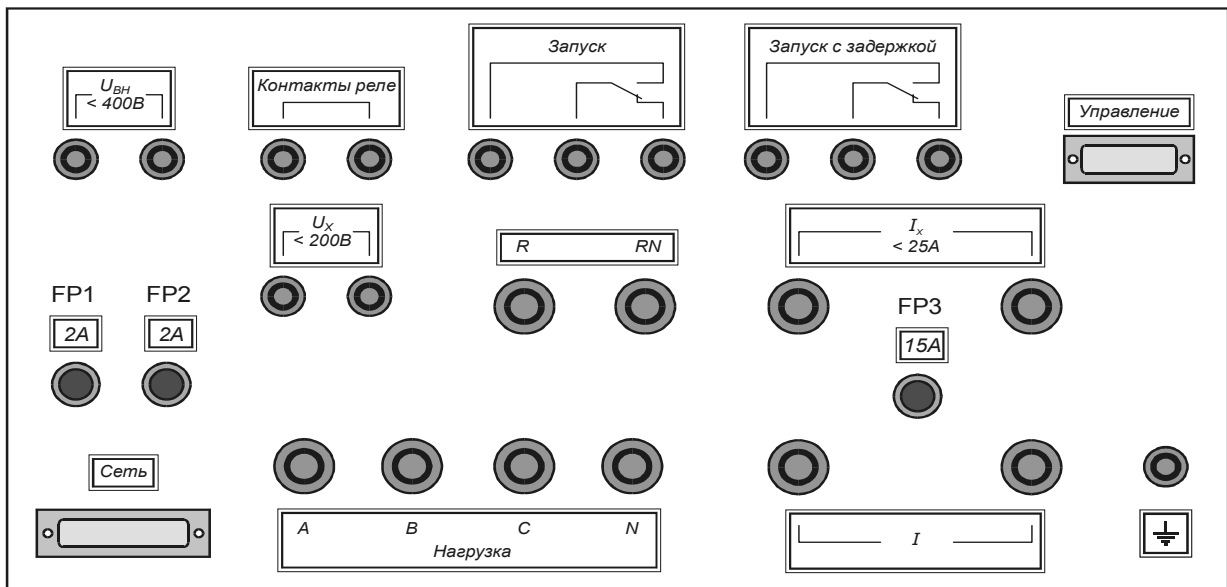

Рис. 8. Задняя панель блока трехфазного напряжения.
6.4.4. Задняя панель блока трехфазного напряжения показана на рис. 8.